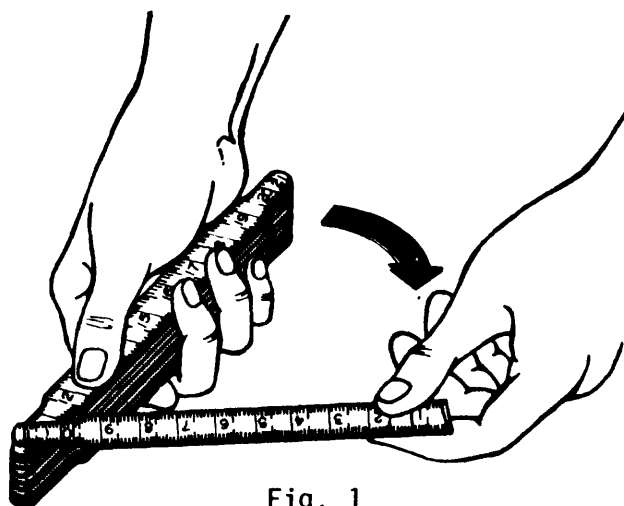

Fig. 1
1º paso *Despliegue las partes del metro una por una, sujetándolas con una mano y con la otra haga girar las partes, cuidando que el metro no se rompa (fig. 1).*
- 2) El despliegue del metro se debe comenzar por el inicio de la numeración (fig. 1).